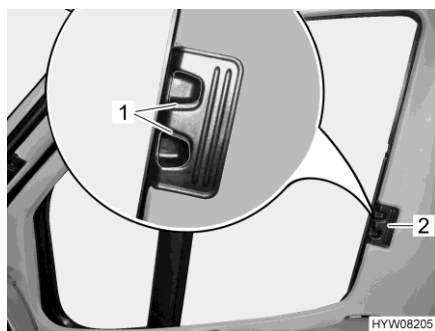
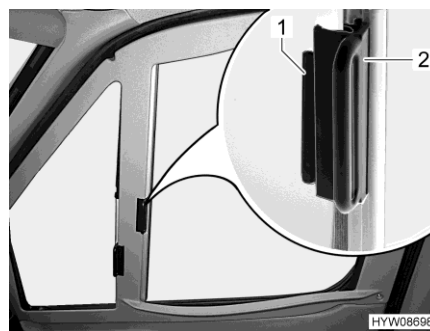

Bild 25 Plisségardin (förar-/passagerarfönster, Fiat)
Bild 26 Plisségardin (förar-/passagerarfönster, Mercedes-Benz)
- Tryck, beroende på låssystem, ihop låshandtagen (Bild 25,1) och håll fast dem så.
- Ta tag i handtaget (Bild 25,2 resp. Bild 26,2) och dra plisségardinerna för förar-/och passagerarfönstret till den andra fönstersidan och fäst med magnetremarna.
- Ta tag i handtaget (Bild 25,2 resp. Bild 26,2) till plisségardinerna för förarfönstret och passagerarfönstret och skjut in dem så långt det går.
- Släpp låshandtagen (Bild 25,1) och låt dem haka fast resp. skjut handtaget (Bild 26,2) över kanten (Bild 26,1).